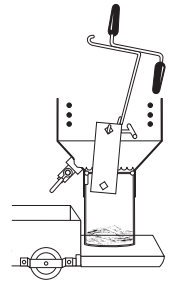

FIGURE 18
5. **Retirez la plaque chauffante** – Inspectez par le haut pour vérifier que l'huile de cuisson s'est écoulée de la marmite jusqu'au niveau du robinet de vidange. En portant des gants de sécurité, retirez la plaque chauffante avec le crochet de vidange du panier (Figure 18) et placez-la dans un endroit sûr pour qu'elle refroidisse.